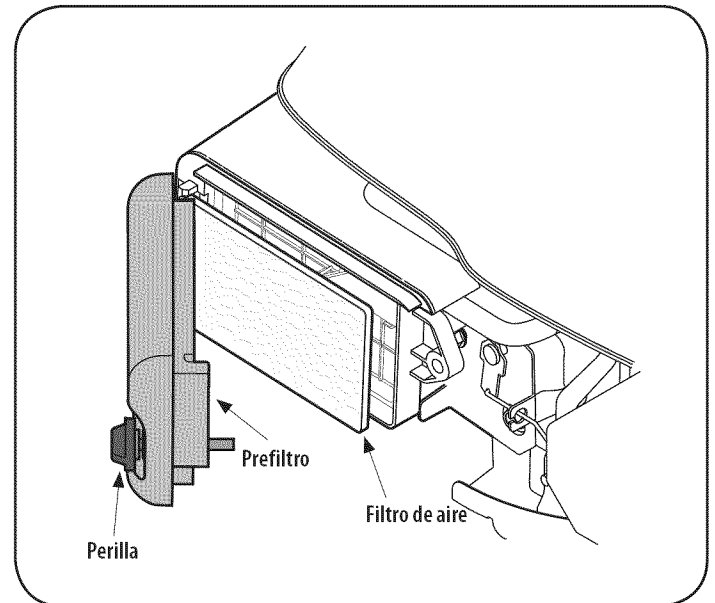

Figura 16
1. Afloje la perilla y quite la tapa del filtro de aire. Ver Figura 16.